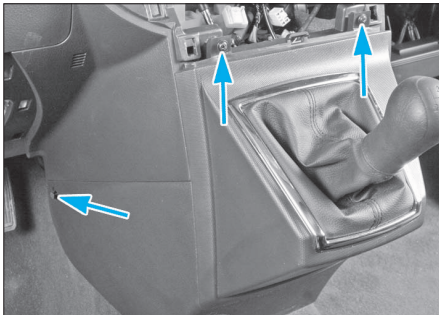

FIG. 7
- Déposer la console de levier de vitesses (2 clips et 2 vis) (fig. 7).